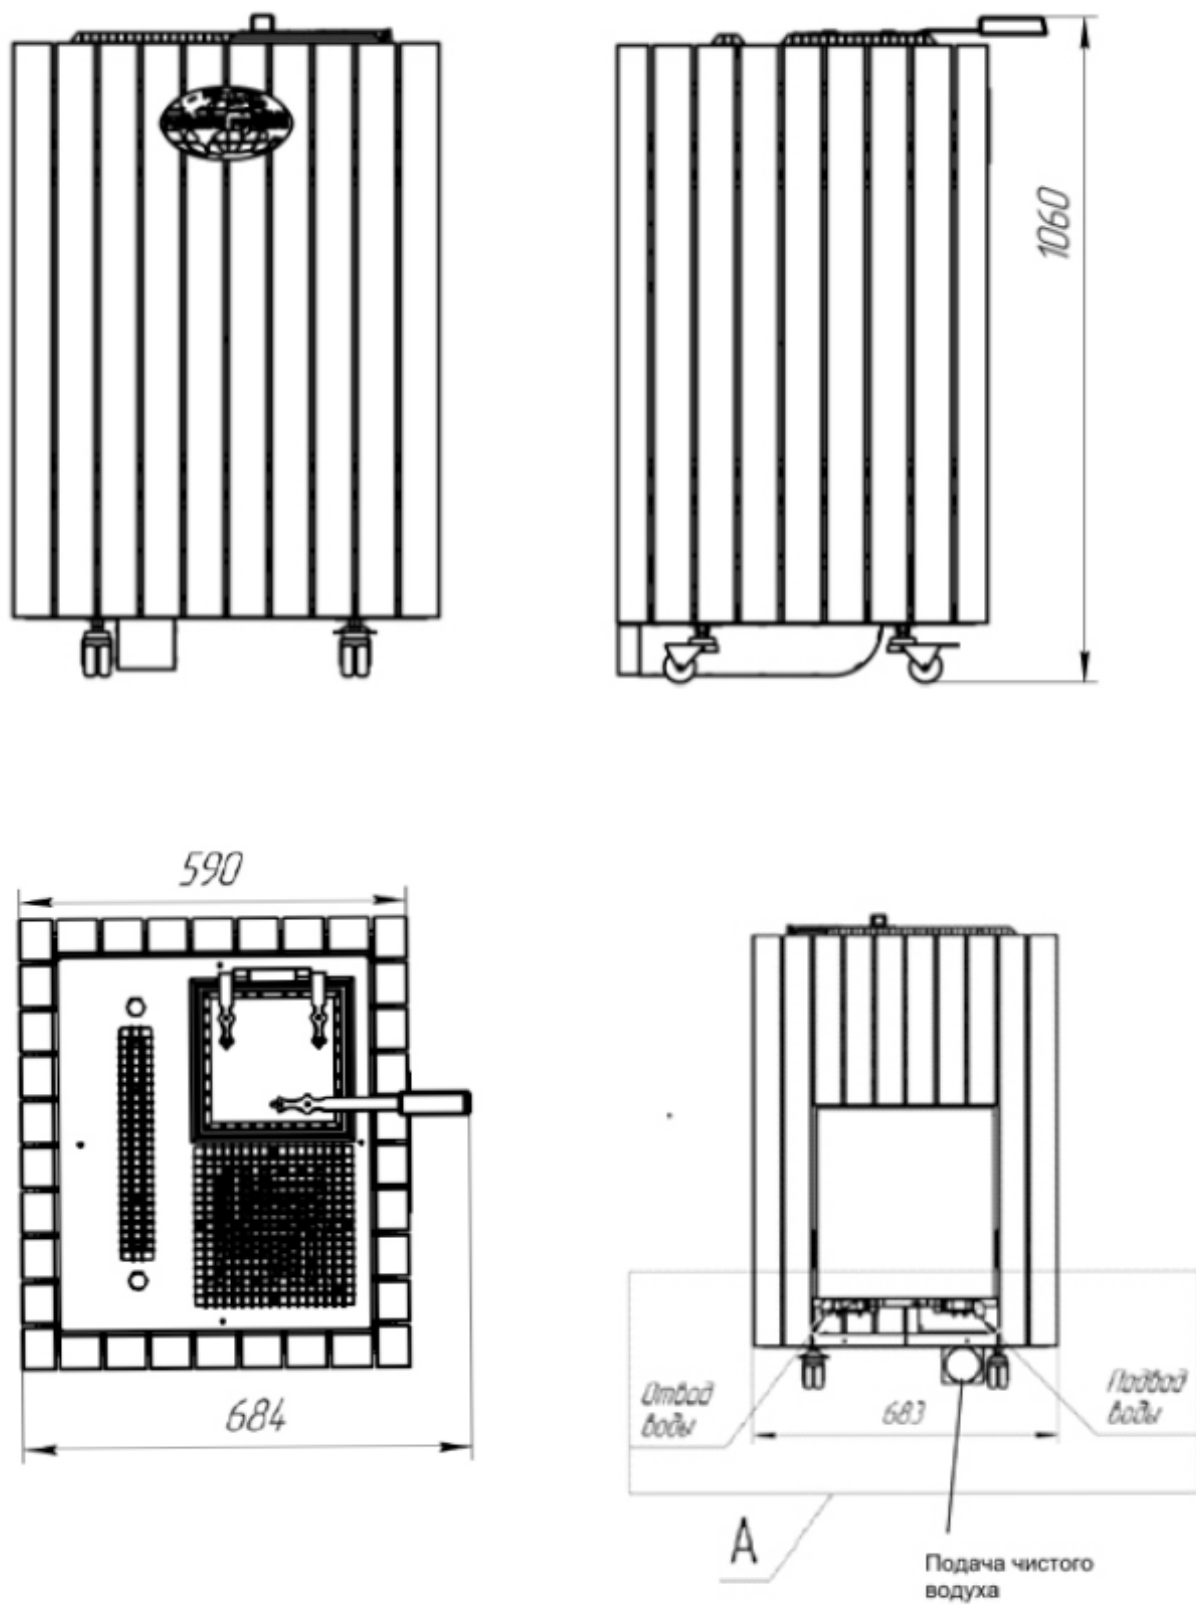

Рис.1. Внешний вид и габаритные размеры ЭН «ПиЖ - Футурус» в каменной облицовке
**** Габаритные размеры указаны без учета съёмной ручки крышки каменки (см.рис.1)
1.4.2 Внешний вид и габаритные размеры (мм) ЭН представлены на рис. 1, 2